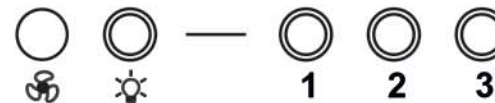

РИС. 10
7.2.2 Кнопчный переключатель (рис. 10) с лампой индикации имеет четыре кнопки с фиксацией.